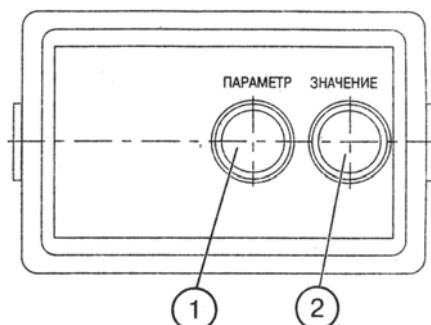

Рис. 2. Пульт управления (A3):
- при остановленном тракторе после установки выключателя стартера и приборов в положение "I" на дисплее (7) появляется индикация (5) наработки двигателя в часах;
- при движении трактора на дисплее (7) появляется индикация (6) скорости движения трактора (км/ч), при этом индикация (5) исчезает. Электрический сигнал скорости движения поступает от датчиков скорости, установленных на крышке заднего моста (BV1, BV2). Показания скорости осуществляются по сигналу с датчика, установленного на шестерне конечной передачи колеса, врачающегося с меньшей частотой. Расчетная скорость выше действительной, т.к. не учитывается буксование трактора;
- после запуска двигателя стрелочный указатель (8) перемещается по круговой шкале (1) для индикации частоты вращения коленчатого вала двигателя. Одновременно на дисплее (4) появляется индикация частоты вращения ВОМ (об/мин) Шкала (3) - для ВОМ I и шкала (2) - для ВОМ II. Электрический сигнал частоты вращения подается с фазной обмотки генератора.
1.2 Пульт управления тахоспидометром (рис. 2)
- нажмите кнопку (1) для входа в режим программирования (рис. 2).
- нажмите кнопку (1) пульта и выведите поочередно на дисплей (3) тахоспидометра (4) «Z» и «R»;
- нажмите кнопку (2) пульта и установите значение числа зубьев (Z) согласно таблице 1 и значение Rk согласно таблице 2: